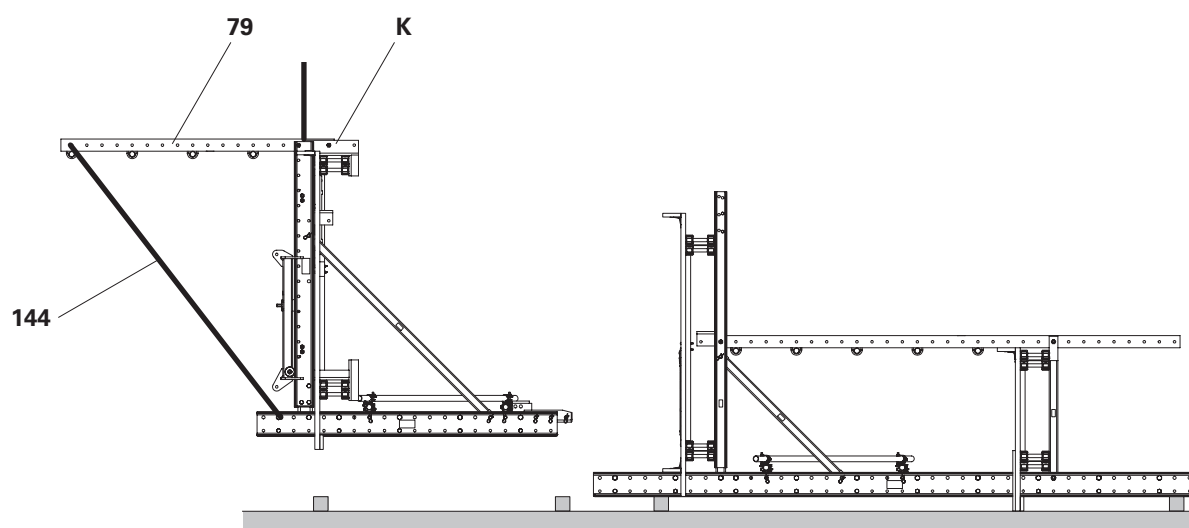

Fig. C4.11
2. Fissare l'unità mensola (**K**) al carrello (perno di montaggio $\varnothing 21 \times 120$), sollevare i dispositivi di sospensione e posizionarli con le guide di ripresa sui travetti. (Fig. C4.11)